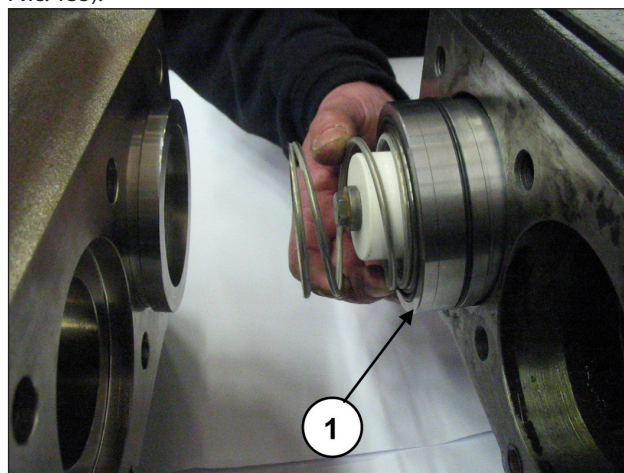

Рис. 135
Поворачивая вал, сдвиньте направляющую поршня так, чтобы калибр-пробка, сдвигаясь в свою очередь, выдавил опору уплотнений, пружину и весь блок поршня (поз. ①, Рис. 135).